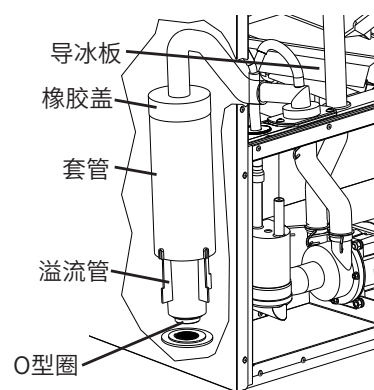

图 6
- 7) 将导冰板推向右侧, 然后取下溢流管上的橡胶盖和套管, 如图6所示, 拧开溢流管。
- 4) 取下前隔热板,然后将导冰板推向右侧。取下溢流管上的橡胶盖和套管,如图6所示。拧开溢流管。水箱中的水排空后,重新连接溢流管。重新装上橡胶盖、套管、导冰板和前隔热板。